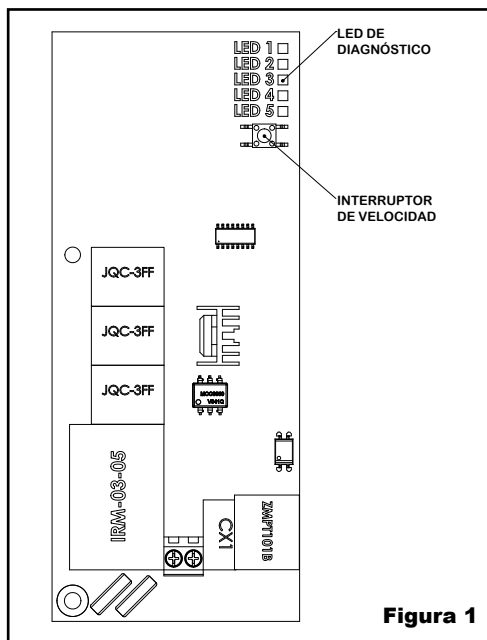

Figura 1
Estos modelos incluyen un control de velocidad del ventilador ajustable para (3) niveles de operación - Alto, Medio y Bajo. El interruptor se encuentra en la placa de circuitos impreso dentro del secamanos, mostrado en la figura 1 a continuación.
3. Localice el interruptor del tablero de circuitos impresos dentro del secamanos como se muestra en la figura 1 a continuación, y ajuste la velocidad del ventilador según se desee. (Presione y suelte el botón del interruptor de velocidad para alternar entre Hi, Med y Low.).
El tablero de circuitos impresos incluye un conjunto de luces LED que indica el estado de funcionamiento del secamanos. Al comunicarse con el servicio técnico de World Dryer, esté preparado para retirar la cubierta del secamanos e indicarnos el estado de las luces LED, ya que pueden ser útiles para solucionar problemas de funcionamiento. Consulte la figura 1 para ver la ubicación de las luces LED de diagnóstico en el tablero de circuitos impresos. Consulte la Tabla 4 para leer una explicación de la función de los LED.